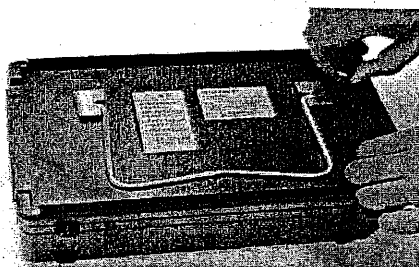

図 4.3.1 電池カバーの外し方
UI-23 本体の電池カバーを図 4.3.1に示すように、止めている2個のローレットつまみを右に回して、この電池カバーを開けます。
- ① この二次電池を0℃付近で使用すると、使用時間が著しく短くなりますので、使用環境にご注意下さい。
- ② UI-23 本体の電池カバーを4.3.1 で説明した方法に従って開けて下さい。
- ③ 充電した二次電池を4.3.1 で説明した方法に従ってUI-23 本体に入れて、電池の出力コネクタをUI-23 本体の電池コネクタにカチッという音が聞こえるまで押し込んで下さい。
- ④ UI-23 本体前面の電源キーを押して、このキーの上のパイロット・ランプが点灯することを確認して下さい。
- ⑤ 電源キーを1秒以上押して下さい。約5秒後にブルーバック画面が出てきますので、その間お待ち下さい。もし、異常（焦げ臭い匂い、煙、異音等）が感じられた場合は、直ちに電源キーを押して電源をオフにして下さい。その後、UI-23 の裏蓋を開けて、電池を取り出して下さい。
- ⑥ さらに約30秒後に探傷図形が主要探傷条件と共に表示されます。図4.3.1 に示すように、この画面の右下に電源容量を示すバーグラフが表示されますので、容量を確認して下さい。電源容量を示すバーグラフは、[A] と [B] の二つがありますが、指示は、[A]、[B] 及び [D C] の3種類があります。十分に充電された電池パックが2個装着されている場合は、[A] と [B] のバーグラフが緑色、電池パックが1個装着されている場合は、[A] 又は [B] のバーグラフだけが緑色に表示されます。UI-23 が電池を動作させている場合、このバーグラフは二次電池の残余の概略容量を表示します。この場合のバーグラフ表示の意味は、図4.3.4 に示す通りです。